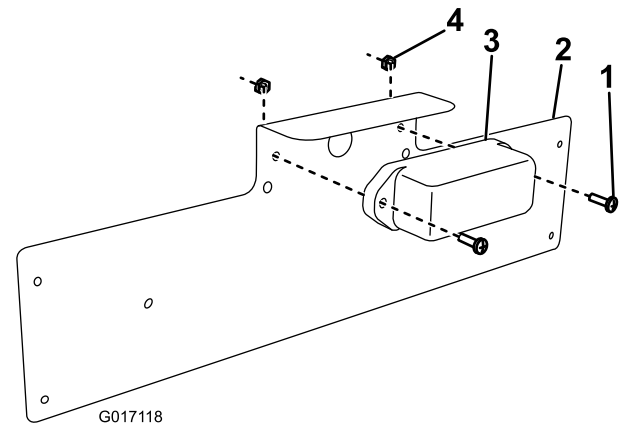

Figura 1
1. Instale la luz de la placa en el soporte de la placa de matrícula con 2 tornillos Phillips (10-24 x 5/8 pulgada) y dos contratuercas (10-24) según se muestra en Figura 1.
3. Instale el conjunto del soporte de la placa de matrícula en el brazo central. Utilice dos tornillos de cabeza hexagonal con arandela prensada (5/16–18 pulgadas) y 2 contratuercas (5/16 pulgada) para sujetar el conjunto al brazo (Figura 1).